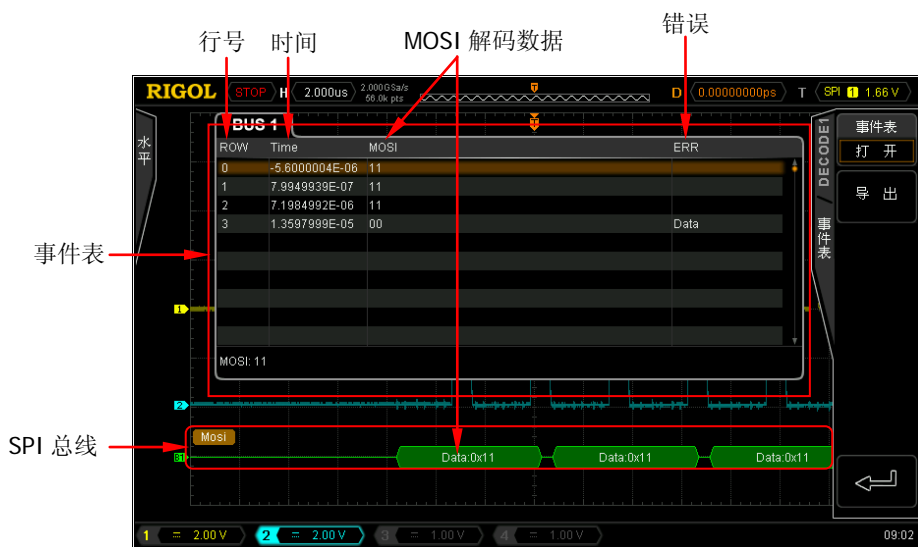

图 7-5 SPI 解码
按 **BUS 状态** 软键打开或关闭 Decode1 的显示。您也可以按 **Decode1** 软键切换当前 Decode1 显示的开/关状态。打开总线显示时，如图 7-5 所示。
- 1) 按 **事件表** 软键打开或关闭事件表。事件表打开时，如图 7-5 所示。